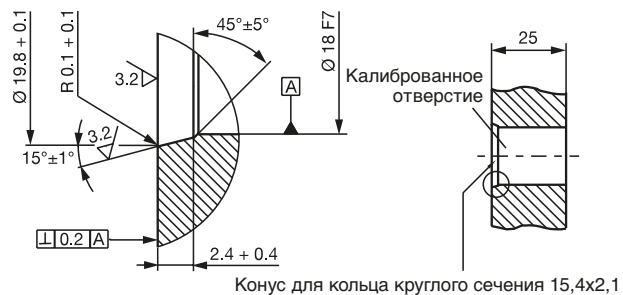

Рис. 4-4: Калиброванное отверстие для монтажа системы BTL с кольцом круглого сечения
Калиброванное отверстие: Контактная поверхность системы BTL должна полностью прилегать к опорной поверхности. Подходящее кольцо круглого сечения должно надежно уплотнять отверстие, т.е. под уплотнительное кольцо круглого сечения должна быть выполнена раззенковка в соответствии с Рис. 4-4.
Глубина резьбового отверстия должна составлять не менее 25 мм (см. Рис. 4-4).
- ▶ Контактная поверхность системы BTL должна полностью прилегать к опорной поверхности. Подходящее кольцо круглого сечения должно надежно уплотнять отверстие, т.е. под уплотнительное кольцо круглого сечения должна быть выполнена раззенковка в соответствии с Рис. 4-4.